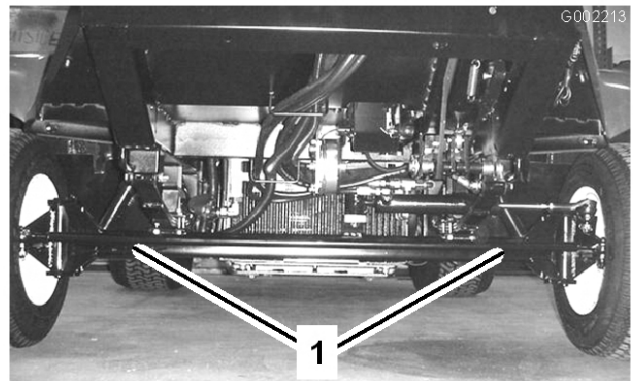
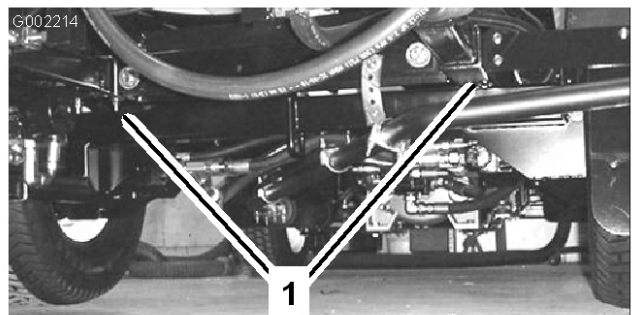

Figura 26
Figura 27
2. Fissate una fune di traino al telaio. Vedere i punti di attacco anteriori e posteriori nella Figura 26 e Figura 27.